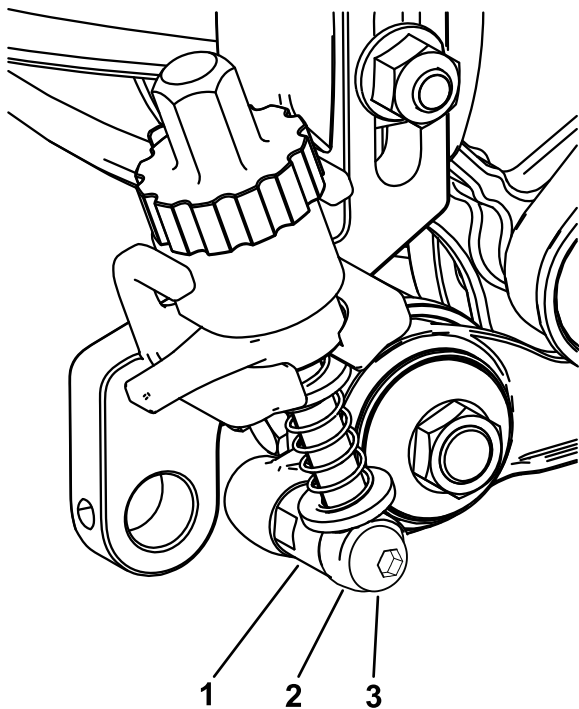

図 23
5. アイドラアセンブリ側で、アジャスタアームアセンブリのロッドをアイドラアセンブリに固定するショルダボルトをアジャスタアームのロッドとアジャスタカラーに図 23 のように通し、20-26 N·m (2.2-2.6 kg·m = 15-19 ft·lb) にトルク締めする。